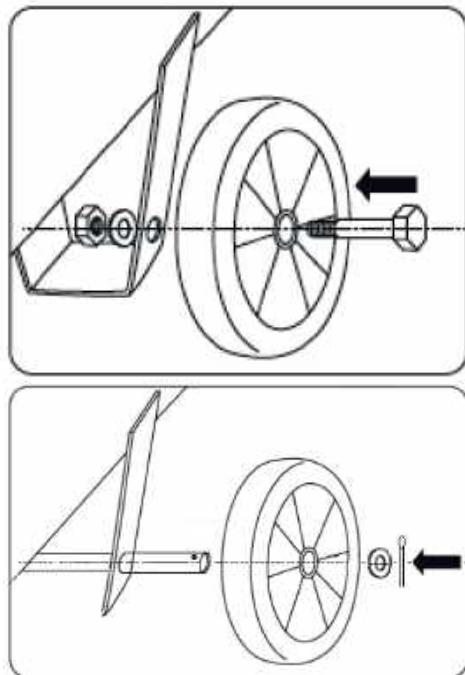
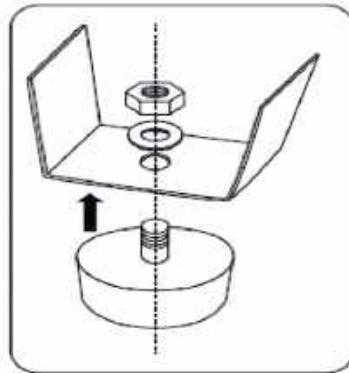

Рис. 2
Рис. 3
3. Установите на компрессор транспортировочные колеса (для моделей NAC1200/9-PRO, NAC1500/24-PRO, NAC2200/50-PRO) [рис. 2] и опорные ножки (кроме NAC4000/100-PRO) [рис. 3].